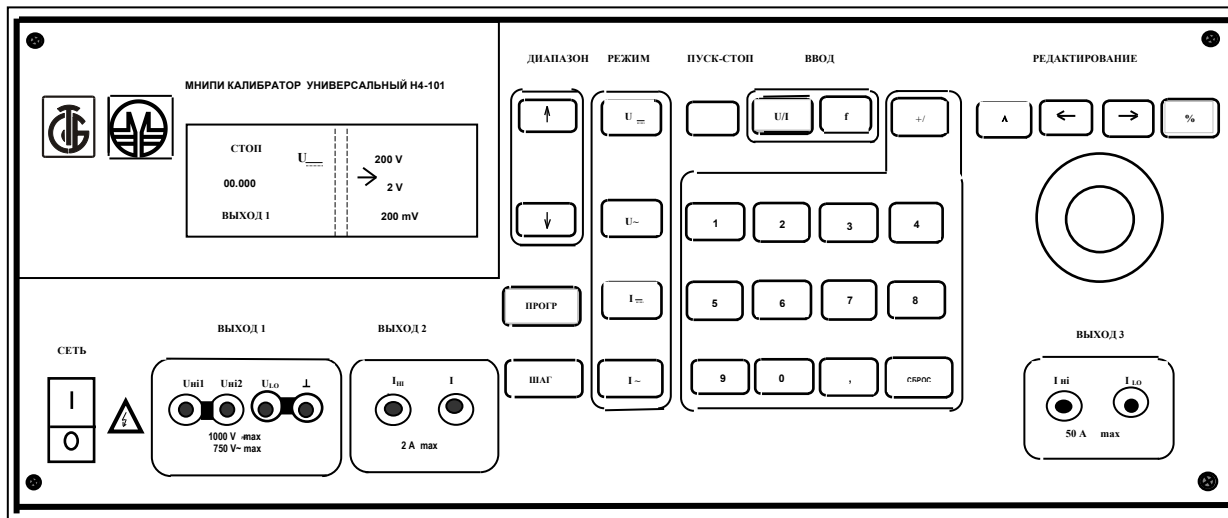

Рисунок 2.1 – Схема расположения органов управления и подключения на передней панели калибратора Н4-101
На передней панели калибратора (рисунок 2.1) расположены:
2.3.3 Обозначение и назначение кнопок на передней панели (рисунок 2.1) приведены в таблице 2.1.